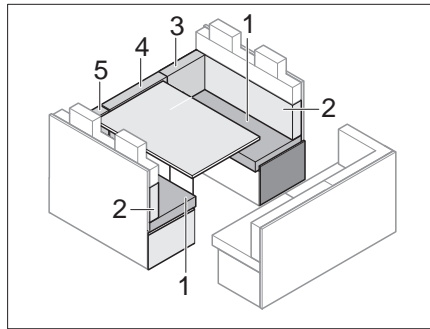

Bild 148 Vor dem Umbau
- Rückenpolster (Bild 148,3,4 und 5) entfernen und zur Seite legen.